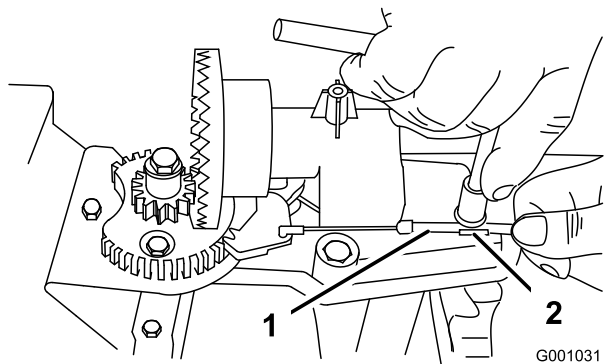
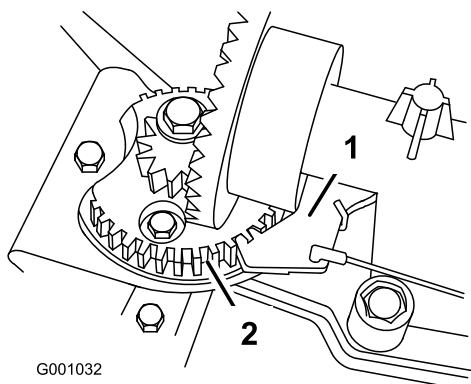

Рисунок 55
Рисунок 56
- Ослабьте затяжку болта на хомуте кабеля (Рисунок 55).
- Захватите кабельный трубопровод и перемещайте его по направлению к передней части машины до тех пор, пока фиксатор желоба не войдет полностью в зацепление с зубчатой передачей редуктора (Рисунок 55 и Рисунок 56).
Примечание: Фиксатор подпружинен, и под действием пружины стремится войти в зацепление с шестерней редуктора (Рисунок 56).